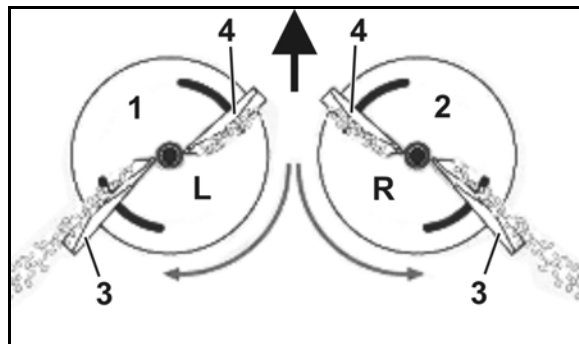

图 19
- 左侧撒肥盘 (图 19/1) 标为 L。
- 右侧撒肥盘 (图 19/2) 标为 R。
- 长 (图 19/3) - 标尺值从 35 至 55。
- 短 (图 19/4) - 标尺值从 5 至 28。